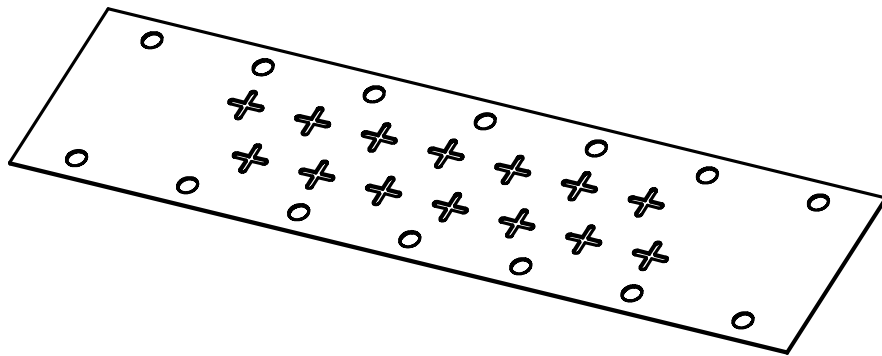

Рис. 1. Пластина разделительная волноводного направленного ответвителя.
- пластины, входящей в состав СВЧ узла – направленного ответвителя (рис. 1 и 2);